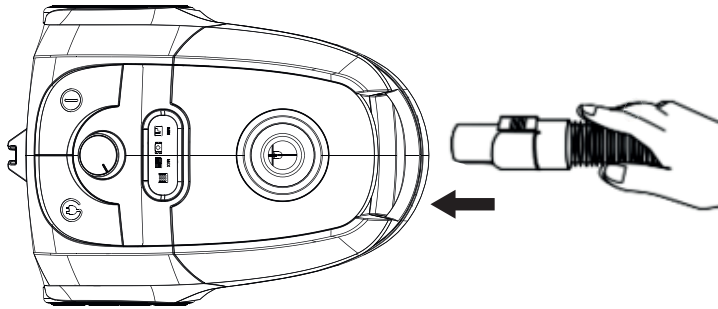

Рис.1
- Вставьте наконечник гибкого шланга (8) в воздухозаборное отверстие (10) до характерного щелчка фиксатора (рис. 1).
- При необходимости снять гибкий шланг, нажмите на кнопки (13), расположенные по обе стороны наконечника гибкого шланга (6), и вытащите его.